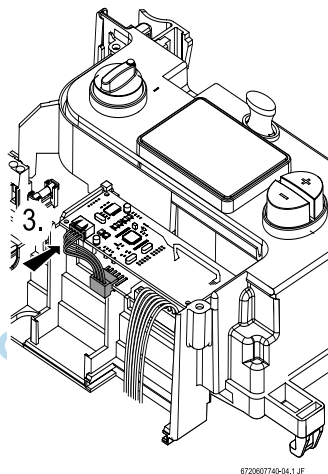

Fig. 6 Câbles de connection de la plaque électronique
- Brancher l'autre extrémité des câbles de connection de la plaque électronique comme indiqué sur la Fig. 6.